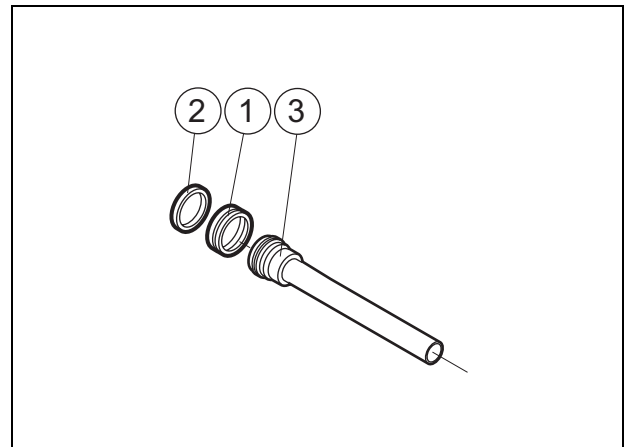
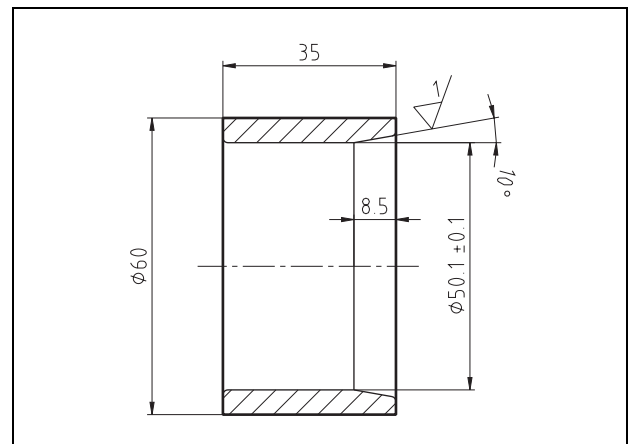

Fig. 23 Joints d'étanchéité du piston
Fig. 24 Outil d'assemblage
1. Le joint d'étanchéité (1) du piston comprend deux pièces. Séparer les joints jaune et marron.
2. Appliquer de l'huile au piston (3) et au joint d'étanchéité (1) du piston.
*Voir Fig. 23.*
- 1 Assembler la "bague jaune" du joint du piston (1).
- 2 Assembler la bague "marron" du joint du piston (1). Eviter de trop tirer sur le joint.
- 3 Assembler la bague guide (2).
- 4 Appuyer en utilisant l'outil d'assemblage (P/N 0703745) pour comprimer la bague d'étanchéité marron. Laisser tenir pendant quelques minutes. L'outil d'assemblage peut être commandé de Hultdins - P/N 0703745. *Voir Fig. 24.*